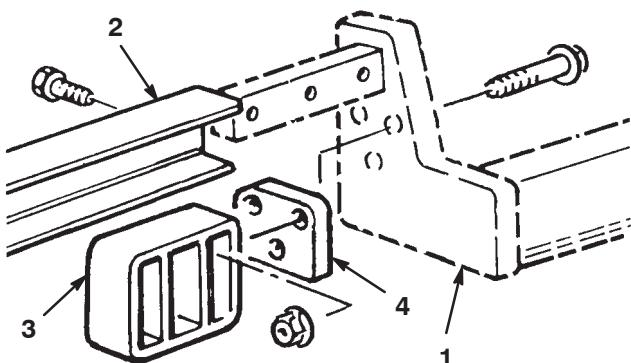

Bild 5
- Befestigen Sie einen hinteren Wiegearm mit 3 Kopfschrauben (3/8 x 2 Zoll), Distanzstücken und Bundmuttern an jedem Hubarm, siehe Bild 5.